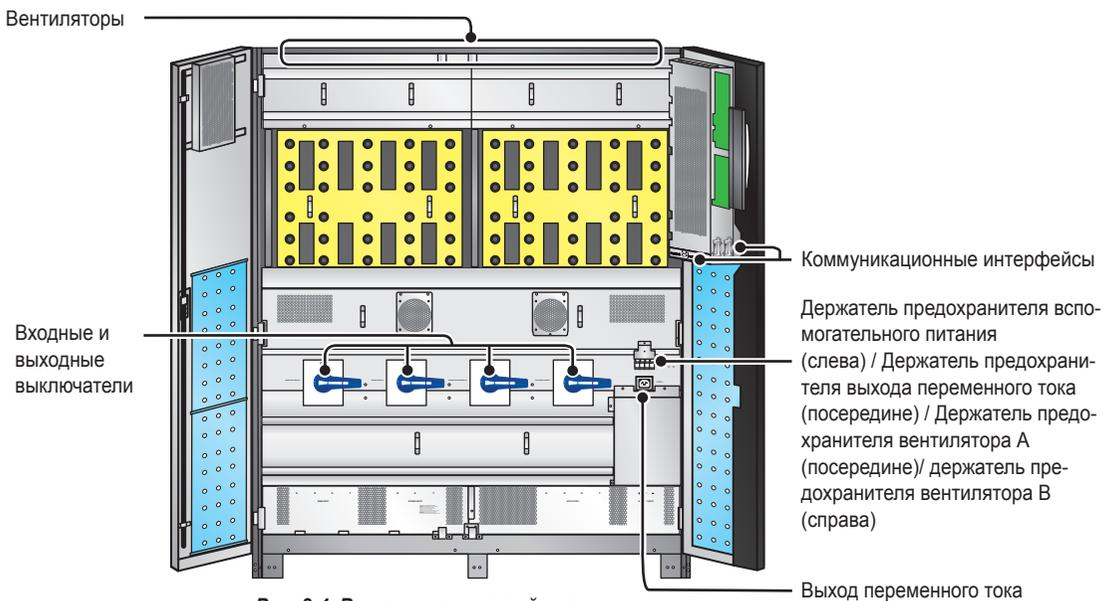

Рис. 2-4. Внутреннее устройство
- **Вид спереди с открытыми дверцами:** внутри шкафа расположено оборудование, показанное на **Рис. 2-4**.